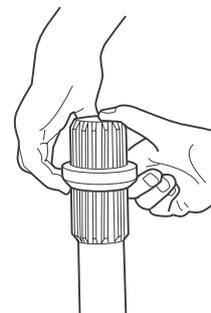

Figura 8.16
3. Remova o selo do eixo deslizante. Figura 8.16.